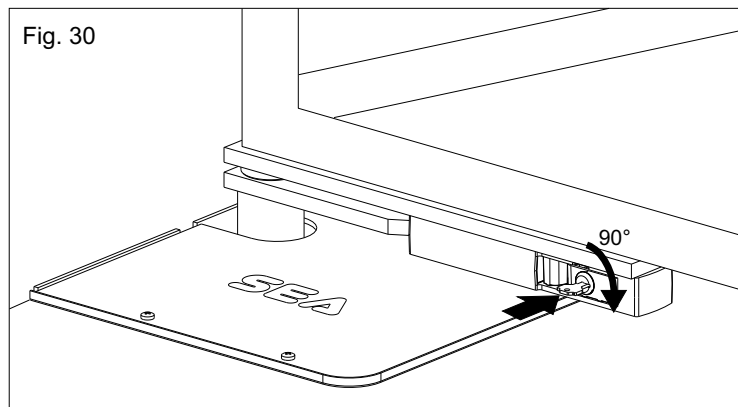

Fig. 30
- Insertar la llave proveída en dotación en la cerradura y rotarla de 90° en sentido orario (Fig. 30).